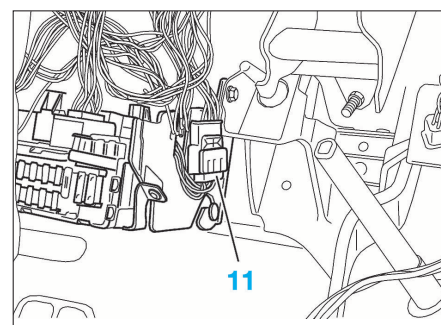

FIG. 18
- Débrancher le connecteur (11) (Fig.18) du calculateur d'habitacle (BSI).